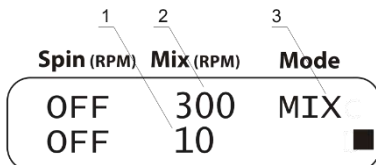

Рисунок 6. Vortex
- 5.11.1. Выберите режим vortexирования (индикация **Mix** параметра **Mode**, рис. 6/3).
- 5.11.2. Установите скорость vortexирования от 300 до 1200 об/мин (шаг - 100 об/мин, рис. 6/2).
- 5.11.3. Установите время vortexирования от 1 до 60 с (шаг - 1 с, рис. 6/1).